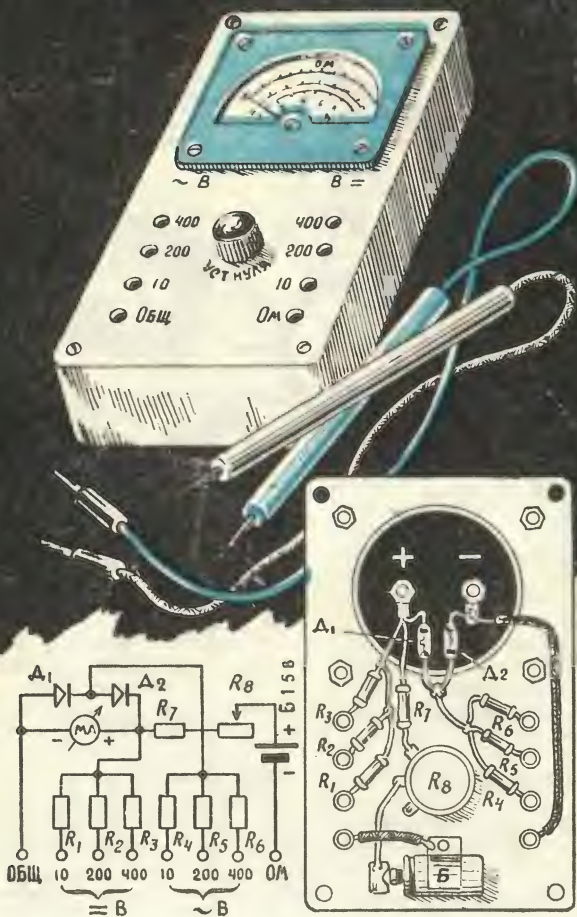

Рис. 5.
Зашунтируйте миллиамперметр любыми однотипными диодами, например типа ДЦГ-7 [рис. 4 (4)]. Включите последовательно с прибором переменное сопротивление R 100 ком и подключите прибор к источнику постоянного напряжения. Проверьте контрольным вольтметром напряжение на выходе источника. Оно должно быть равно 10 в. Изменяя величину сопротивления R_1 (см. рис. 5), установите стрелку прибора на конец шкалы. Сняв питание, измерьте величину сопротивления и замените его постоянным. Аналогичным образом подбирают сопротивления R_2 и R_3 , подавая на прибор напряжения 200 и 400 в. Их величина будет значительно больше.